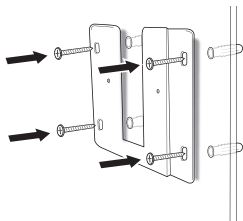

Fig. 1
4. Asegure el soporte de montaje de pared a los anclajes para mampostería utilizando los cuatro tornillos Phillips de 1", no apriete de más, Fig 1.